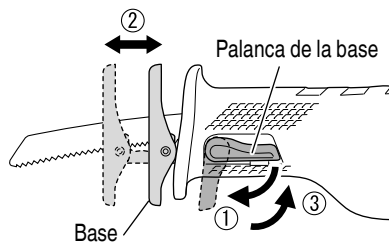

Fig. 14
- (1) Desactive el interruptor y extraiga la batería.
- (2) Haga girar la palanca de la base hacia la derecha, y deslice la base hacia la posición deseada. La base puede ajustarse en cinco posiciones.
- (3) Haga girar la palanca de la base hacia la izquierda para fijar la base. (Fig. 14)